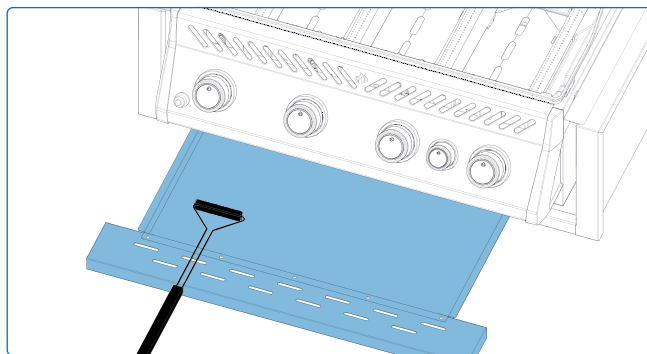

Fig. 12
1. Sfilare la vaschetta raccogliogocce per accedere al vassoio usa e getta o per pulirla. (**Fig. 12**).